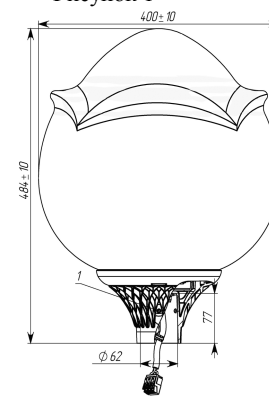

Рисунок 2
2.1 Светильники торшерные серии GALAD Адонис LED-40 (Рисунок 2) предназначены для функционально-декоративного освещения парков, скверов, бульваров, зон отдыха, территорий микрорайонов, коттеджных поселков.
«Разрешенные странственные положения установки светильника Адонис LED» и закрепляют тремя болтами М6 (поз.1 Рисунок 2) с усилием затяжки 3,5 – 4 Н.м.